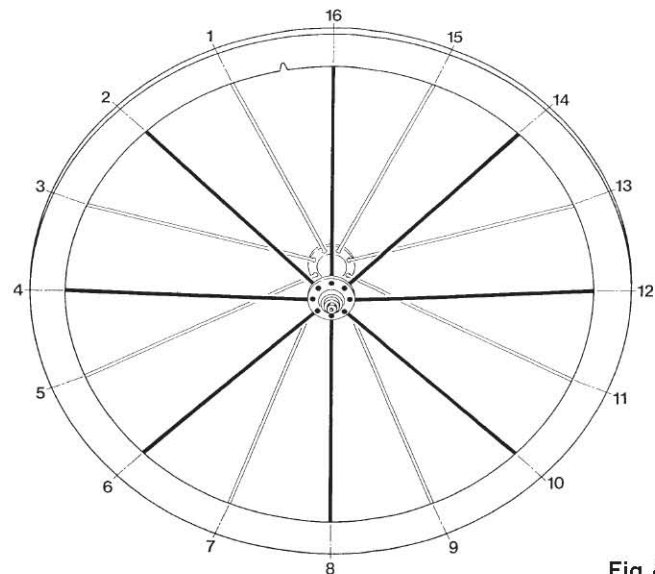

Fig. 42
- Ripetete le precedenti operazioni anche per il secondo lato della ruota (Fig. 42) e tensionate tutti i raggi (sia lato destro che sinistro) avvitando i nipples di ulteriori 5 giri.
- Then repeat these operations on the second side of the wheel (Fig. 42) and tension all the spokes (both on the left and right), screwing in the nipples another 5 turns.
- Auch für die zweite Seite die oben beschriebene Montage durchführen (Abb. 42) und alle Speichen spannen (sowohl links, als auch rechts). Zur Spannung die Nippel mit 5 Drehungen anziehen.
- Recommencez les opérations précédentes pour le deuxième côté de la roue aussi (Fig. 42) et tendez tous les rayons (que ce soit sur le côté droit que sur le côté gauche) en vissant les écrous de 5 tours supplémentaires.
- Repetir las operaciones anteriores también con el segundo lado de la rueda (Fig. 42) y tensar todos los radios (sea del lado derecho que del izquierdo) enroscando con otros 5 giros más los nipples.
- Herhaal deze handeling voor de tweede zijde van het wiel (Fig. 42) en span vervolgens de spaken (aan beide zijden) door de nipples nogmaals 5 slagen aan te draaien.